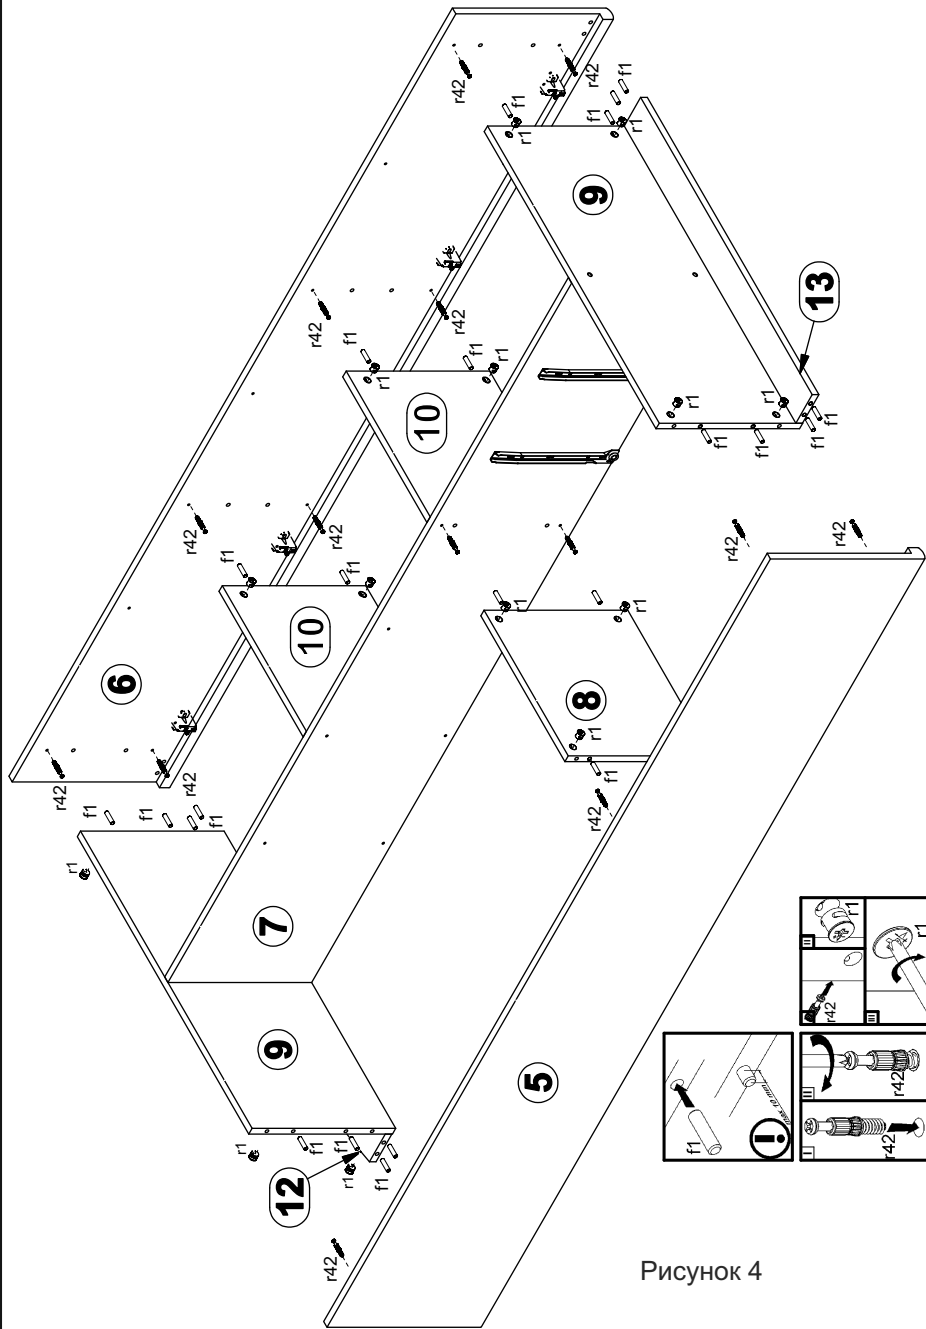

Рисунок 4
8. В отверстия $\varnothing 5$ мм на внутренних поверхностях стенок 5, 6, 7 вкрутить винты стяжки g42 (см. рис. 4).
12. Соединить детали 5, 6, 7, 8, 9, 10 при помощи шкантов f1. Затянуть стяжки эксцентриковые r1 с помощью отвертки (см. рис. 4). Закрыть стяжки эксцентриковые r1 на полках 8, 10 заглушками s2.